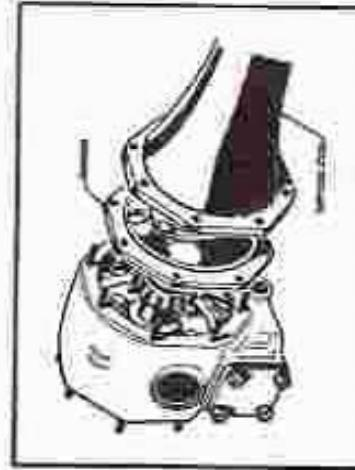

Fig. 49. — Dépose de la trampette droite qf du pont.
- Déposer la couverte droite du pont (fig. 49).